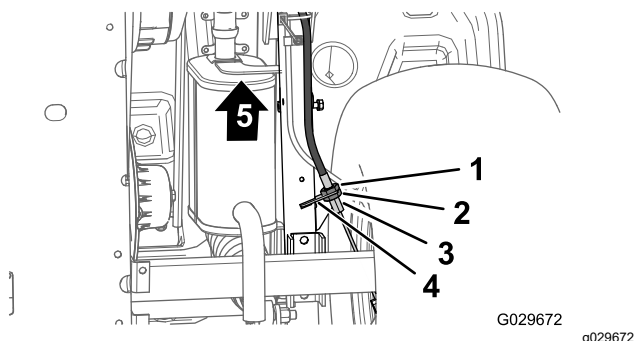

Figura 64
3. Sulla parte inferiore della macchina, allentate di 4 giri il controdado posteriore per il regolatore filettato del cavo del freno di stazionamento (Figura 64).
4. Serrate il controdado anteriore (Figura 64).
- A. Allentate di 1 giro il controdado anteriore (Figura 64) per il regolatore filettato del cavo del freno di stazionamento.
- B. Serrate il controdado posteriore (Figura 64).
- A. Allentate di 1 giro il controdado posteriore (Figura 64) per il regolatore filettato del cavo del freno di stazionamento.
- B. Serrate il controdado anteriore (Figura 64).